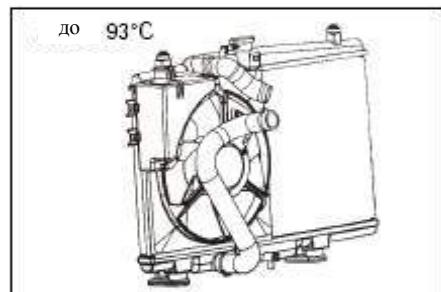

Рис. 65
**(2) Проверьте работу вентилятора при высокой температуре (выше 93 °C) (см. Рис. 65)**